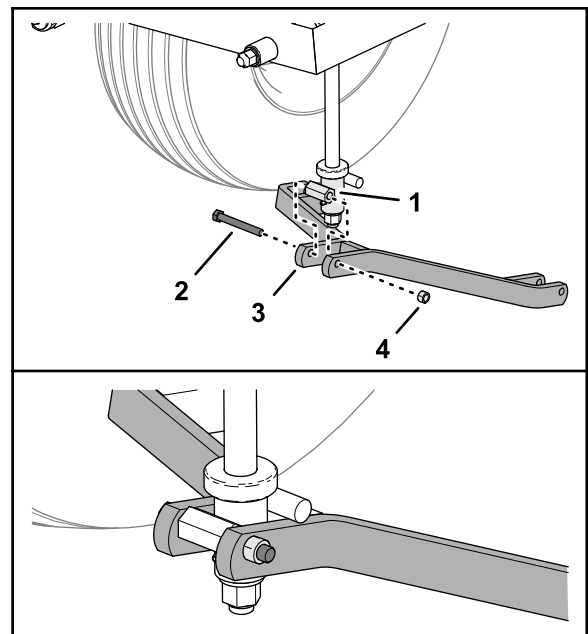

Figure 15
- Alignez les trous de la barre de traction et les trous du logement de pivot de la barre de levage (Figure 15).
- Fixez la barre de traction sur la barre de levage (Figure 15) à l'aide de la vis ($\frac{1}{2}$ po x 4 po) et du contre-écrou ($\frac{1}{2}$ po).